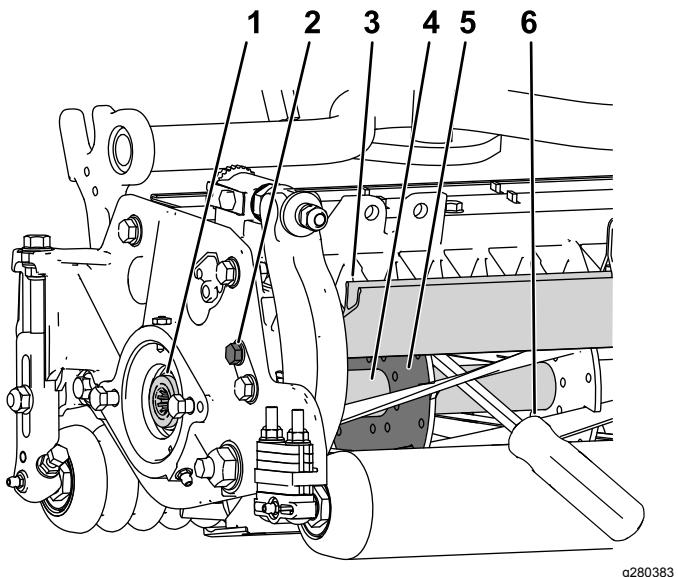

Figura 29
- Allentate il bullone del deflettore sul lato sinistro dell'apparato di taglio e sollevate il deflettore posteriore (Figura 29).
- Inserite un piede di porco con manico lungo ($\frac{3}{8}$ " x 12" raccomandato con manico a cacciavite) attraverso la parte posteriore del cilindro di taglio, più vicino al lato dell'apparato di taglio da serrare (Figura 29).
- Posizionate il piede di porco contro il lato di saldatura della piastra di supporto del cilindro (Figura 29).